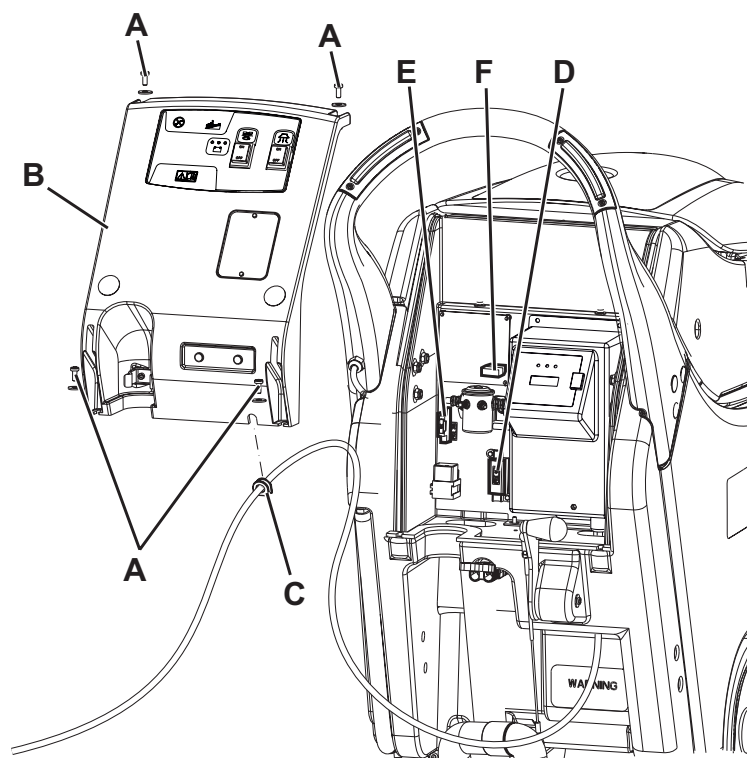

Figure 10
1. Débrancher le connecteur (8) des batteries.
2. Déplacer le tuyau de vidange de l'eau de récupération (11).
3. Si équipé, déposer le câble du chargeur de batterie du logement (5).
4. Déposer les vis (A, Fig. 10) et déplacer le tableau (B) avec soin en dégageant la bague en caoutchouc (C) de son logement dans le tableau (B).
- (D) Fusible F1 (40 A), moteur tête brosse
- (E) Fusible F2 (30 A), système d'aspiration
- (F) Fusible F3 (5 A), carte électronique